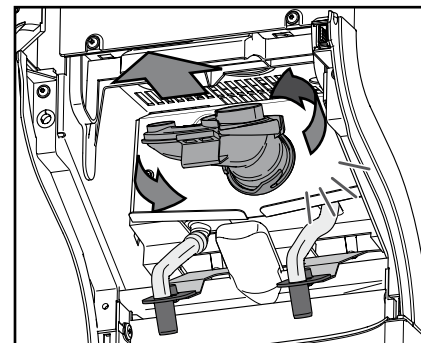

Fig. 38
- Girare la vaschetta di miscelazione in senso antiorario, per sbloccarla, e rimuoverla quindi insieme all'anello di tenuta (fig. 38).